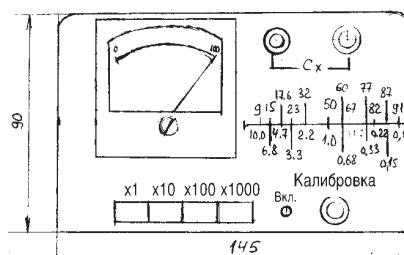

Рис.2
Значение емкостей можно написать тушью, вскрыв микроамперметр, прямо на его шкале ( заводские надписи аккуратно смыть спиртом). Можно сделать шкалу на ватмане тушью и приkleить к лицевой панели прибора (рис.2).
**Конструкция прибора.** Определяется размерами корпуса и используемыми элементами. Внешний вид авторского варианта прибора показан на рис.2. Габаритные размеры 145x90 мм. Высота корпуса 50 мм.